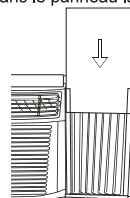

Fig.13
Étape 3. Glissez le panneau d'isolation R1 que vous avez découpé dans le panneau latéral. (Fig. 13).